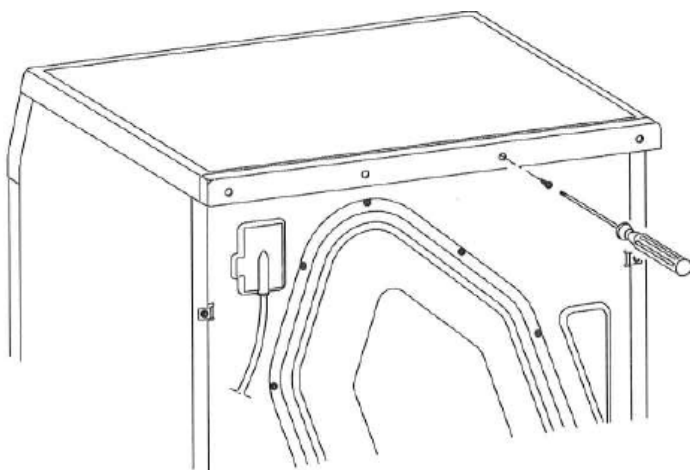

図 4
⑤ 同梱品のネジ 4 ヶを使って、スペーサーを留めてください。（下図 4 参照）